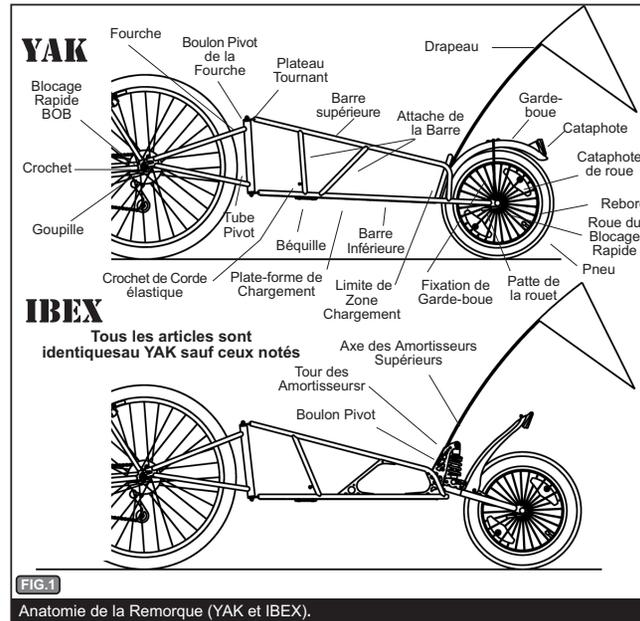

FIG.1
**A)** Commencez par ôter le boulon pivot et les rondelles, Fig. 1, en utilisant les deux clés de 10mm.
**D)** Retirez l'essieu de l'amortisseur supérieur, Fig. 1. Alignez l'essieu de l'amortisseur avec les trous de la tour des amortisseurs et installez l'essieu et la rondelle, Fig. 7, et serrez à 70 cm-kg en utilisant deux clés Allen de 5mm.